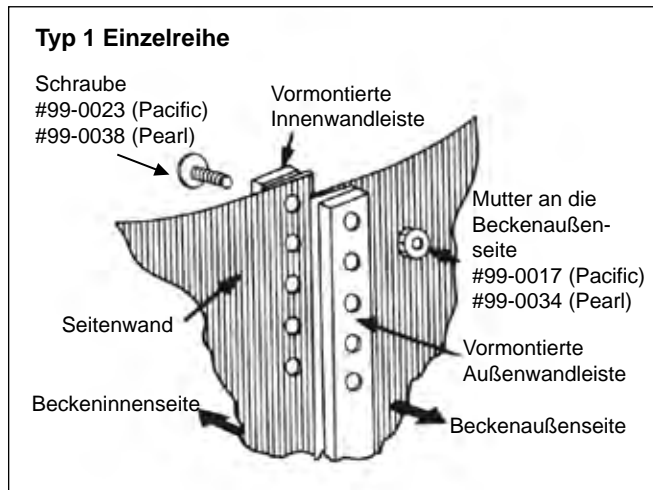

Abb. 23
4.7.3.1 TYP 1 – Einzelreihe (Abb. 23)